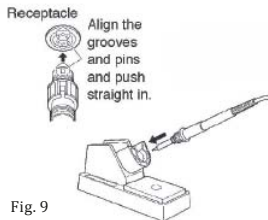

Fig. 9
2. Introduzca el soldador dentro del soporte (fig. 9).